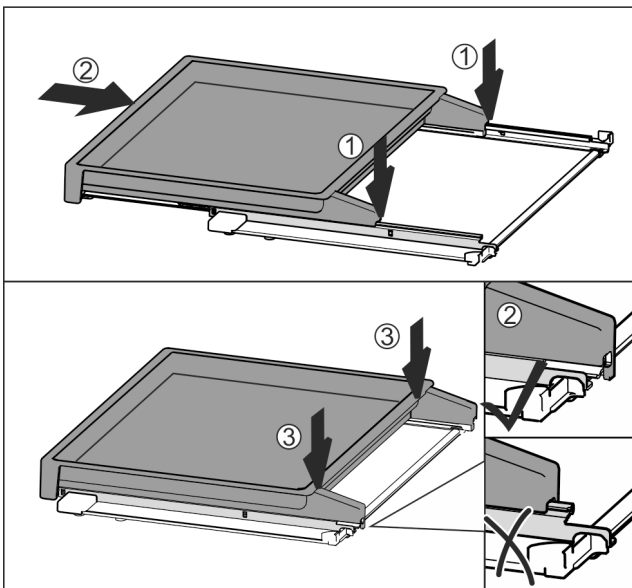

Fig. 37
- La poser au centre sur les rails Fig. 37 (1).
- Insérer complètement la bordure télescopique Fig. 37 (2).
- Appuyer sur sa partie arrière jusqu'à ce qu'elle s'enclenche de manière audible Fig. 37 (3).